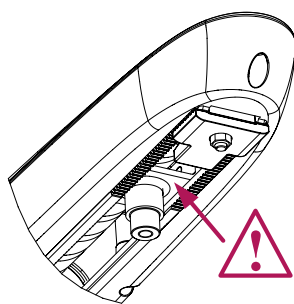

Рисунок 14. После монтажа привода не должно быть контакта вилки с корпусом
- При разблокированном приводе убедитесь, что движение створки при открытии и закрытии осуществляется плавно, нет столкновения привода со столбом и створкой ворот. Проверьте угол открытия створки. Не должно быть трения элементов ходовой гайки привода о корпус (рис. 14).